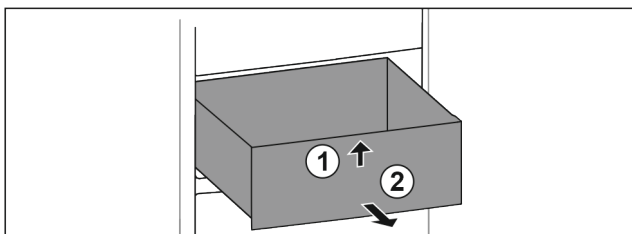

Fig. 19
- ▶ Повдигнете чекмеджето отпред. Fig. 19 (1)
- ▶ Извадете чекмеджето напред. Fig. 19 (2)